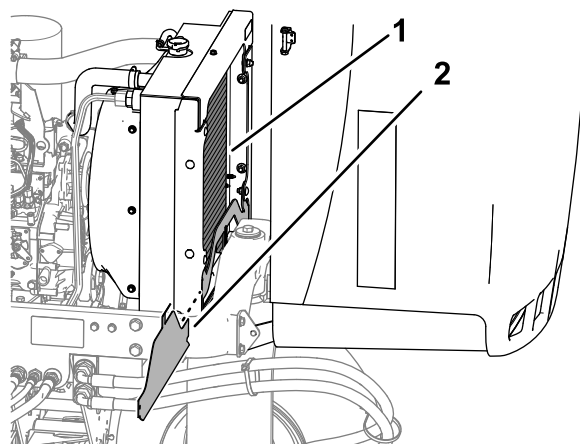

Figura 74
5. Limpe os dois lados do radiador com água ou ar comprimido (Figura 74).
4. Remova o resguardo inferior do radiador (Figura 74).